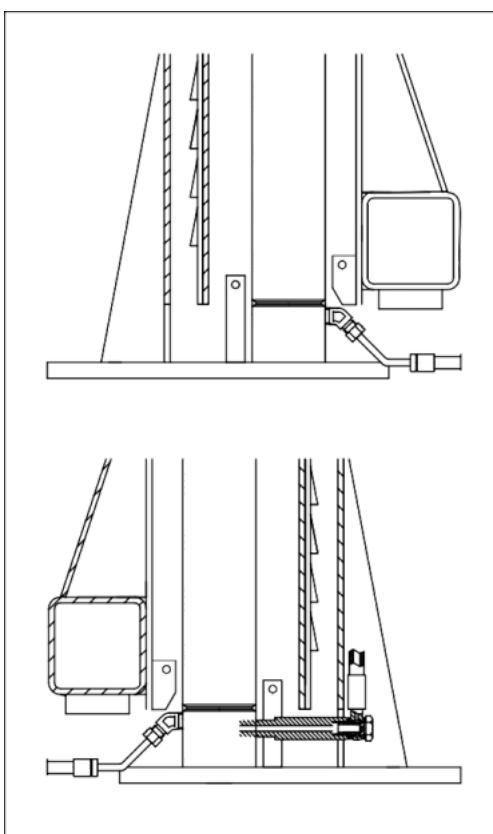

Рис. 31
- ◆ Подсоедините шланг высокого давления в соответствие с Рис. 31. Сначала подключите шланг к тройному узлу под главной колонной, а затем к узлу под неосновной колонной. После горизонтальной установки колонн положение тросов следует отрегулировать.